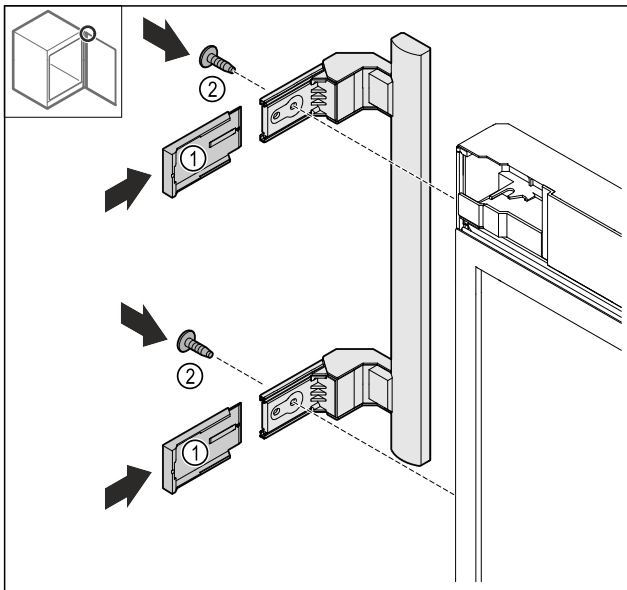

Fig. 25
- ▶ Tolja fel a fedelet Fig. 25 (1).